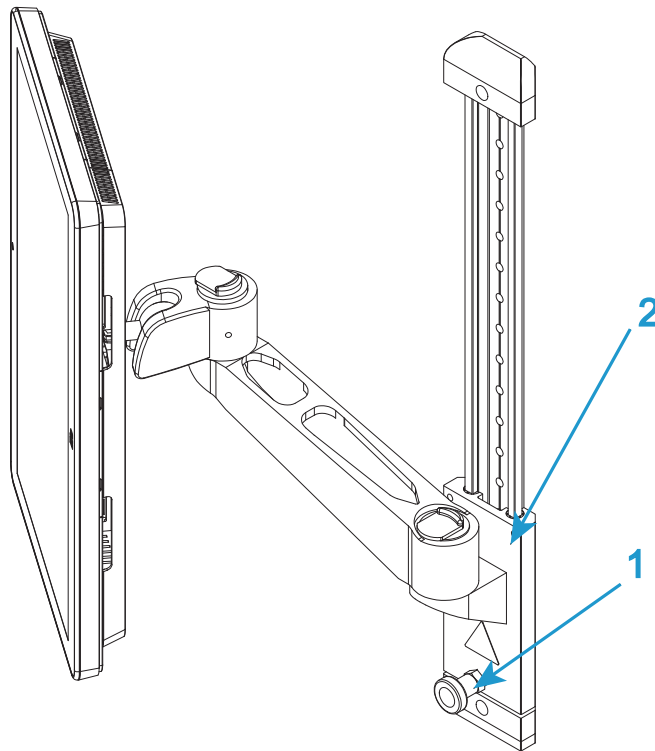

図6. 高さの調整
1. 様々なオペレータが快適に使用できるようにBluehill® オペレータ ダッシュボードの高さを調整することができます。ロック (45 ページの 図 6 の 1) を緩め、取り付けアーム (45 ページの 図 6 の 2) を希望の高さにスライドします。ロックを再び締め付けます。